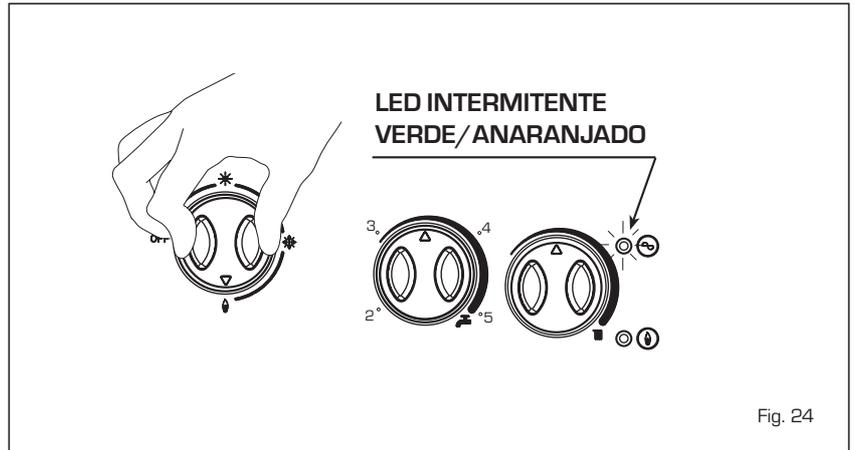

Fig. 24
4.6.1 Función deshollinador (fig. 24)